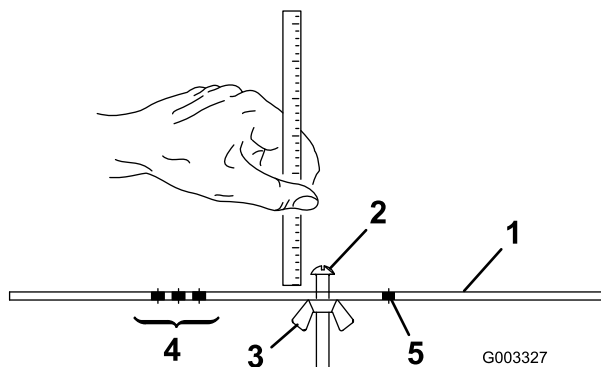

図 16
2. ゲージバー 図 16 のナットをゆるめ、調整ネジを希望の刈り高に合わせる